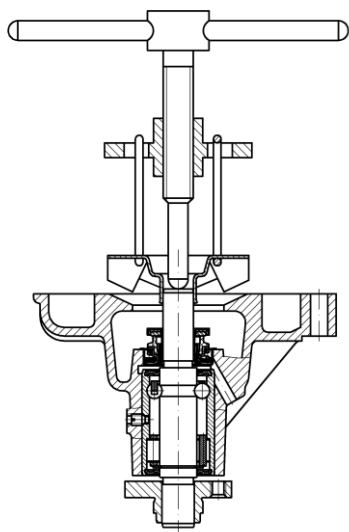

Рис.59. Снятие крыльчатки
- с помощью съемника снять крыльчатку (рис.59);